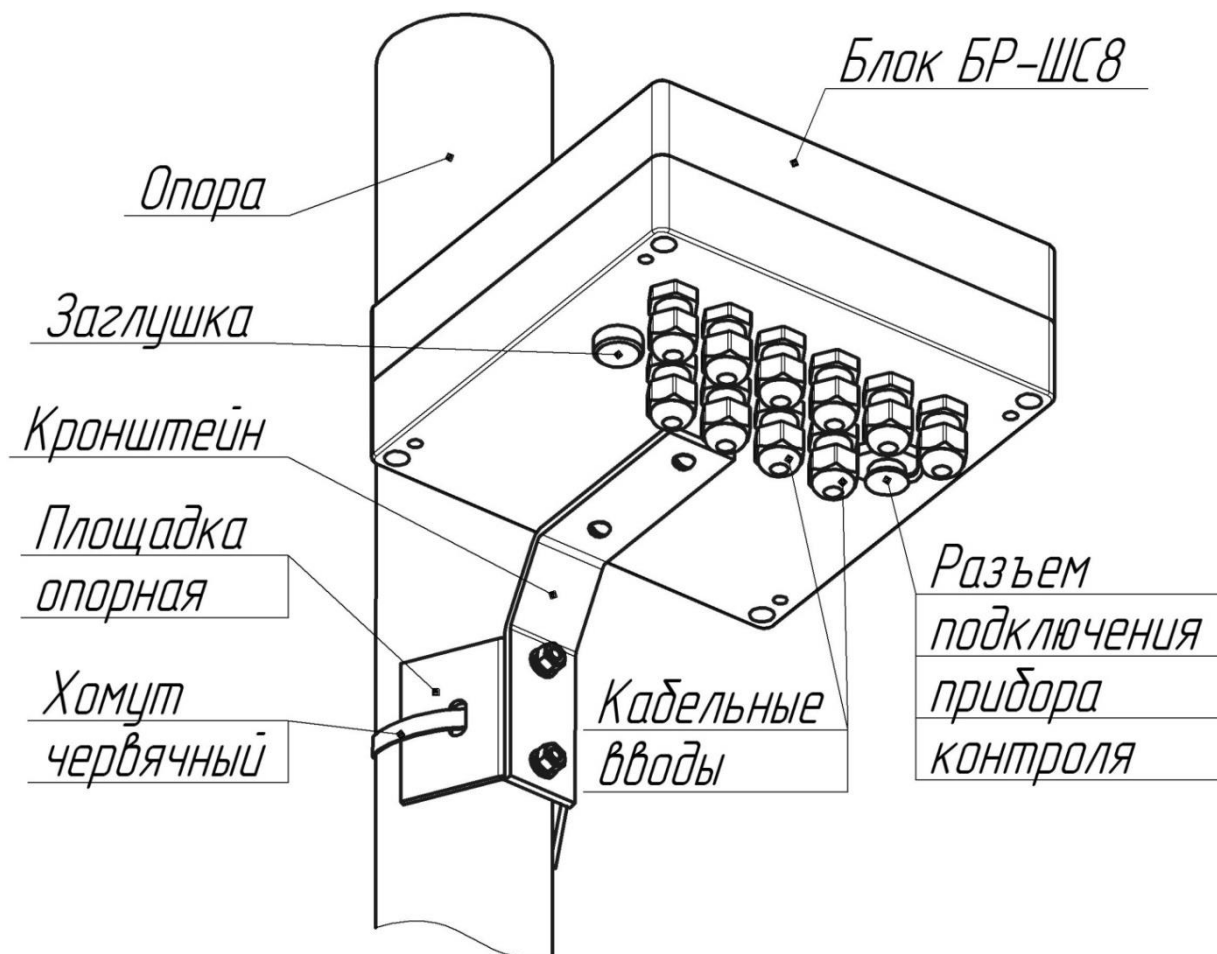

Рисунок 1 – Крепление блока БР-ШС8 на опоре
1.18.2 Крепление блока БР-ШС8 на круглой опоре диаметром от 50 до 90 мм производится при помощи хомута 60-110 мм, входящего в комплект поставки (рисунок 1). Крепление блока БР-ШС8 на плоскую поверхность производится при помощи дюбелей и шурупов, входящих в комплект поставки. Площадка опорная при этом должна быть предварительно демонтирована.